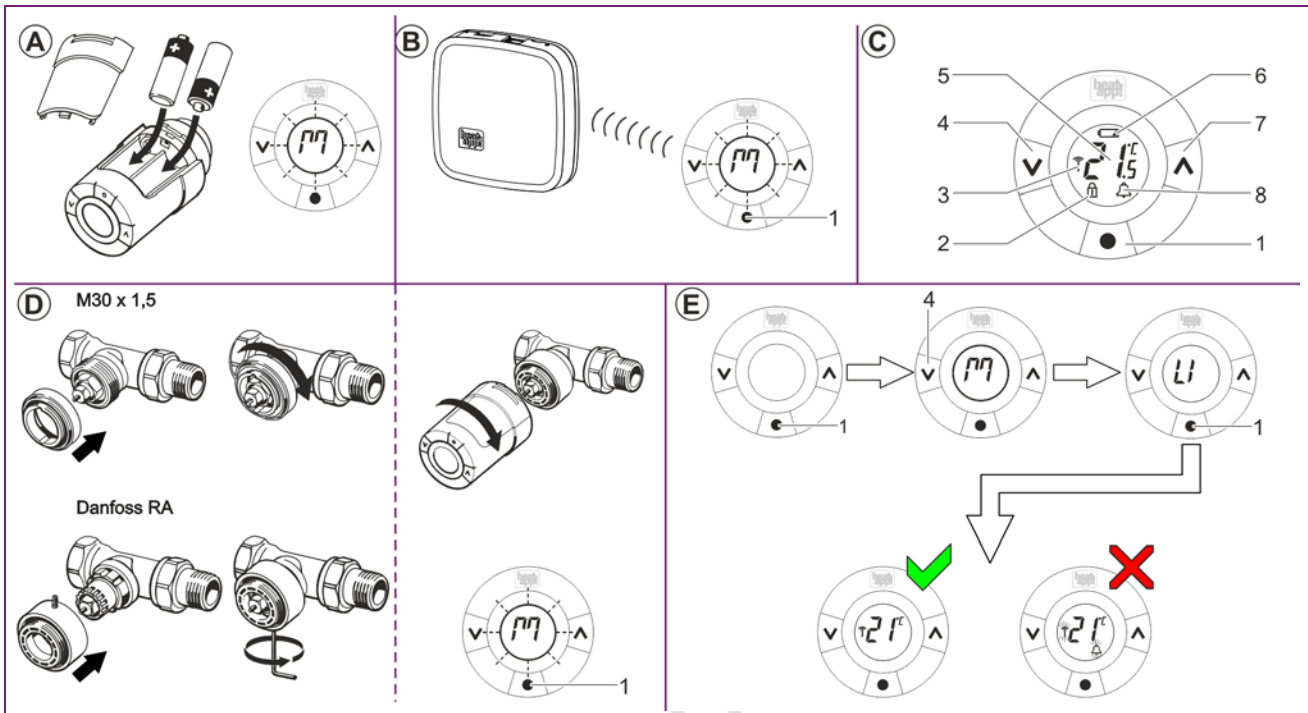

Fig. 13: Installatie en aanmelden heatapp! drive
5. Druk 3 seconden lang op de programmeertoets (Fig. 13, , pos;. 1) tot het display uit gaat en de **heatapp! drive** op het ventiel wordt gefixeerd.